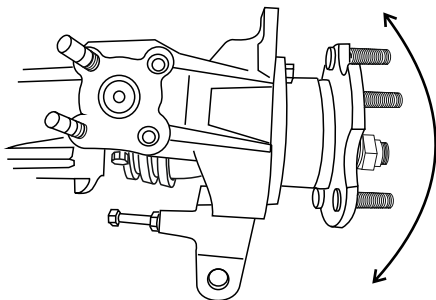
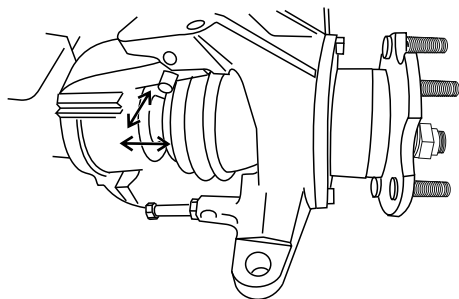

Рис. 7
Рис. 8
9. Покачайте кулак из стороны в сторону (рис.7). При этом полуось ШРУСа должна остаться неподвижной. Если при качании кулака, полуось перемещается вперед-назад или вправо-влево (рис. 8), значит точка перелома ШРУСа смещена относительно оси вращения поворотного кулака.